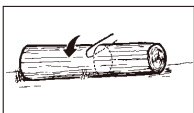

Fig. 13A
1. Tronco appoggiato su sostegni su tutta la lunghezza: eseguire il taglio dall'alto, facendo attenzione ad evitare di tagliare il terreno (Fig. 13A).